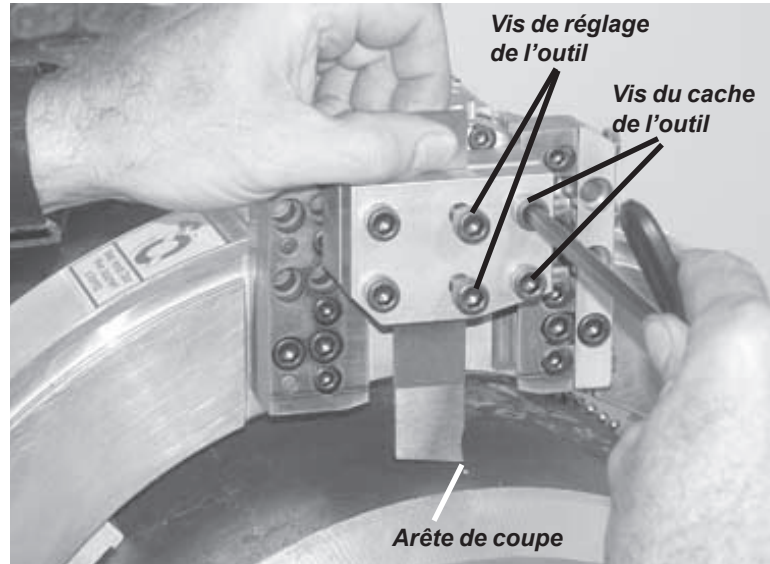

Figure 5-29. Montage de l'outil à tronçonner avec l'arête de coupe dans le sens de la coupe.
1. Pour monter des outils à tronçonner, desserrez les 2 vis de réglage des outils et les 4 vis du cache. Insérez l'outil (voir Figure 5-29).